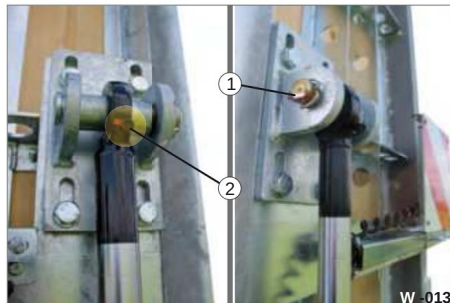

Fig. 16 Øvre lejepunkt for adgangsramper, hydraulisk cylinder
- ÿ Smør lejet ved smøreniplen (fig. 16/2) med en fedtsprøjte, indtil der kommer fedt ud.
- ÿ Smør bolten (fig. 16/1) med maskinfedt.